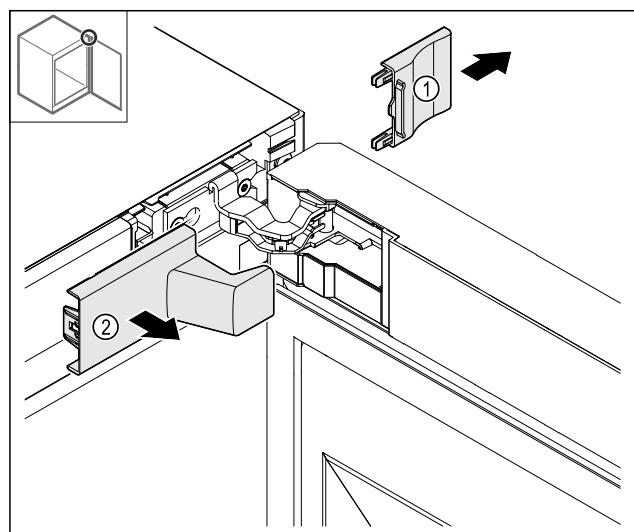

Fig. 13
- Noņemiet pārsegu Fig. 13 (1) un tad Fig. 13 (2).